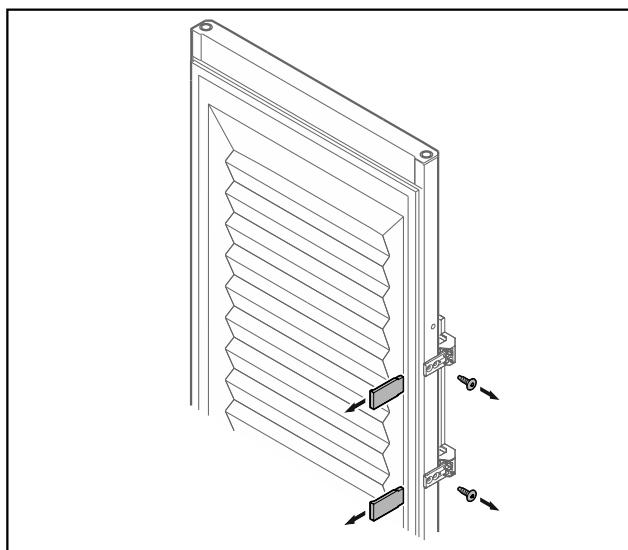

*Fig. 29*
- Pirštais ištraukite šarnyrinę ivorę Fig. 29 (1).
- Dengiamajį kamštį Fig. 29 (2) atsargiai pakelkite išdrožiniu atsuktuvu ir jį ištraukite.